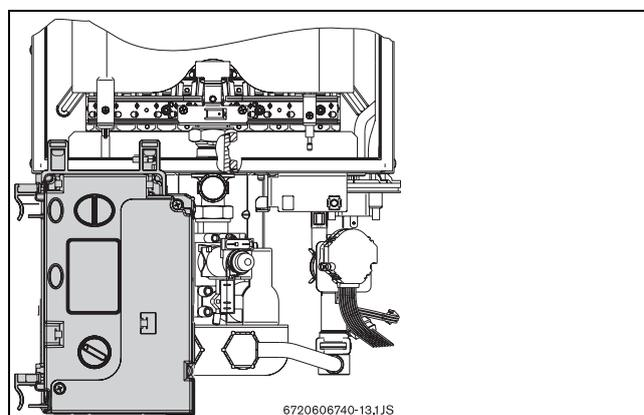

Fig. 26 Posizione d'aggancio del quadro comandi (accesso alle regolazioni gas)
- Dopo l'estrazione del quadro comandi, agganciarlo come da Fig. 26.